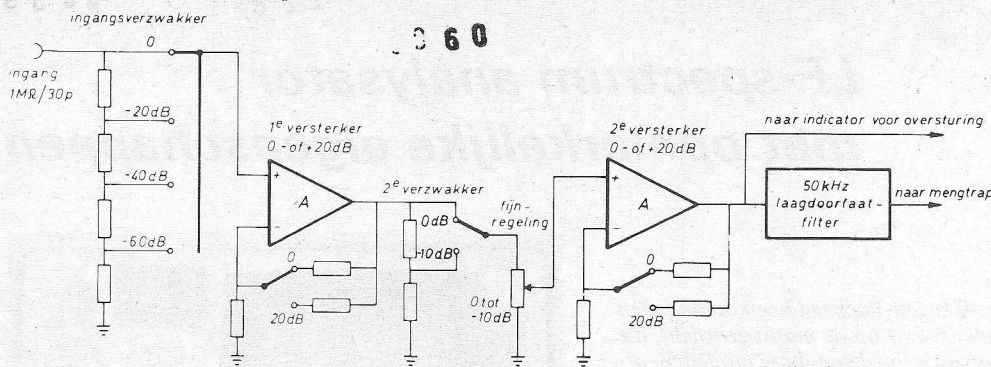

Fig. 2. Ingangsversterkers en -verzwakkers.
- De ingang-impedantie van de ingangversterker bedraagt 1 MΩ parallel aan 30 pF, zoals gebruikelijk bij de meeste oscilloscoopingen. Het dynamisch bereik van de versterker is van 0,1 μV...20 V volle schaal. De voorversterker met de verzwakker mogelijkheden is blokschematisch weergegeven in fig. 2. De schaalverdeling van het scoope beeld kan zowel lineair als logaritmisch zijn. In het eerste geval is dit dan geijkt in volt, in het tweede geval in dB of dBm. In het laatste geval dient de ingang te worden afgesloten met 600 Ω. In de log-mode kan m.b.v. de 1